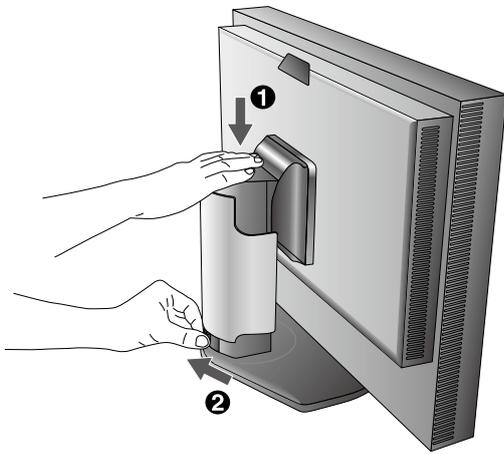

图 B.1
3. 高度调节功能由锁定按钮锁定。把手掌放在显示器的顶部将屏幕按下至最低位置。滑动锁定按钮给立架解锁以抬高显示器头部 (图 B.1)。